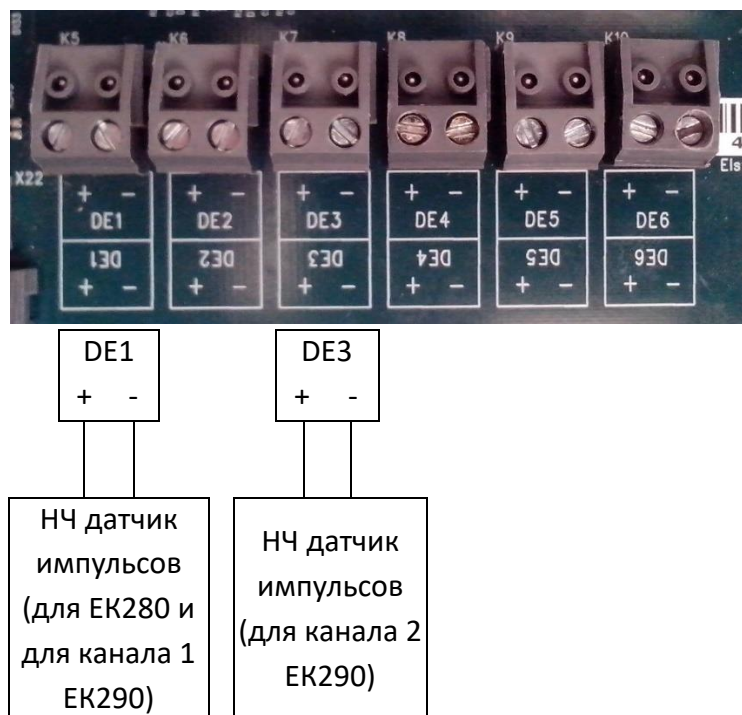

Рисунок 2
■ Датчики импульсов от счетчиков газа подключаются (рисунок 2):